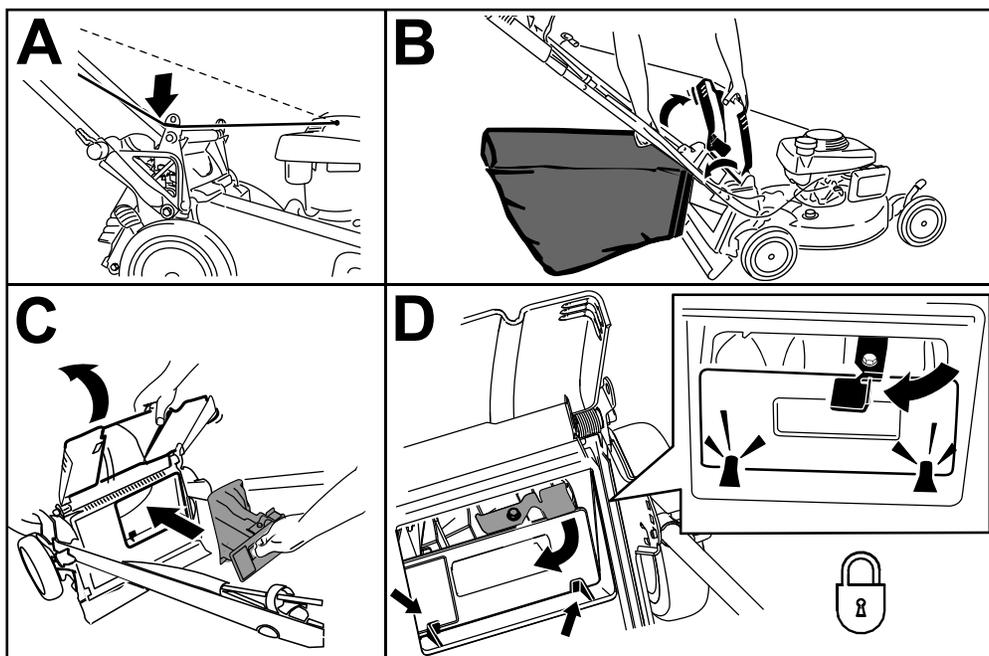

Figure 24
1. Faites passer le câble du lanceur autour du guide inférieur (encadré A de la Figure 24).
2. Relevez et maintenez le déflecteur arrière dans cette position, puis soulevez le bac à herbe par la poignée pour le dégager des crans des supports de poignée (encadré B de la Figure 24).
3. Installez l'obturateur arrière (encadré C de la Figure 24).
Important: Vérifiez que l'obturateur arrière est verrouillé en place. Pour verrouiller l'obturateur, appuyez fermement dessus jusqu'à ce qu'il s'enclenche en position derrière les pattes, et tournez le levier situé sur l'obturateur vers la gauche (encadré D de la Figure 24).